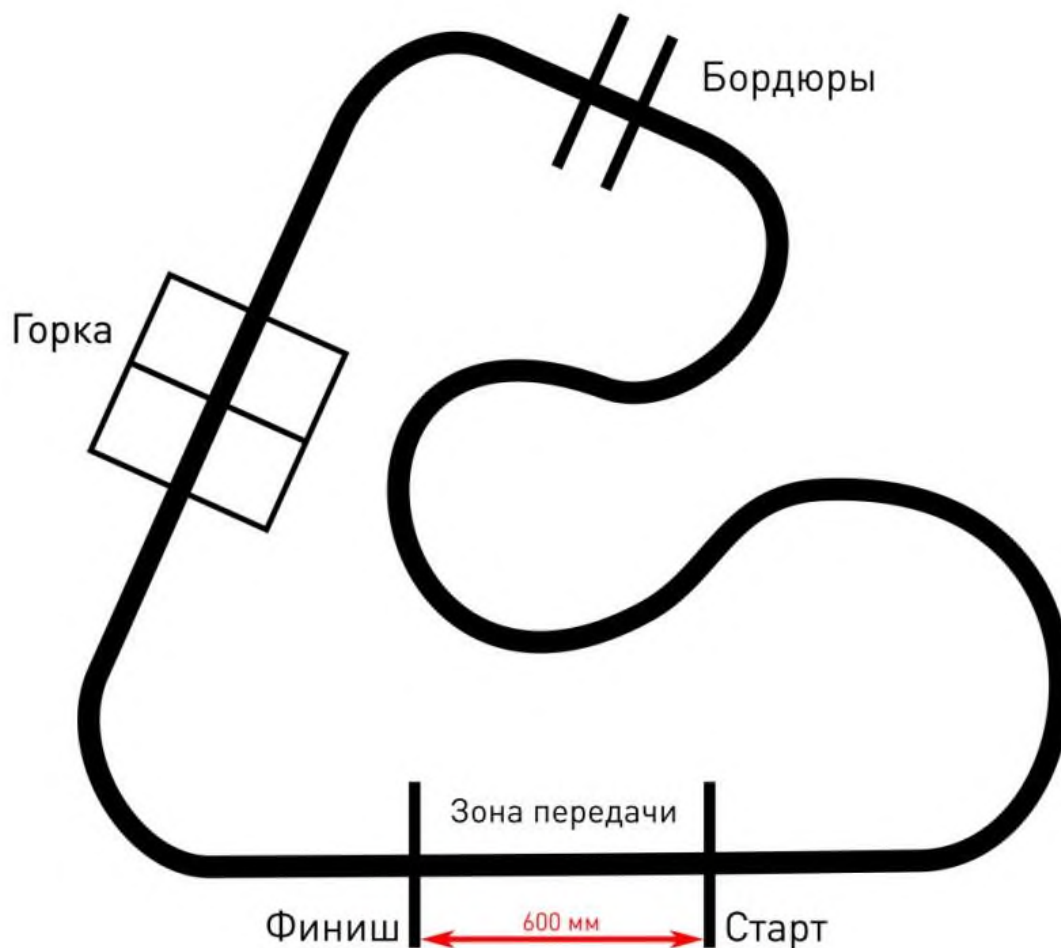

Рис. 1. Пример полигона
5.3. Зона передачи ограничена линиями старта и финиша длиной 300 мм, ориентированными перпендикулярно линии трассы и симметричными относительно нее (см. рис. 1); форма участка трассы внутри зоны передачи - прямолинейная: